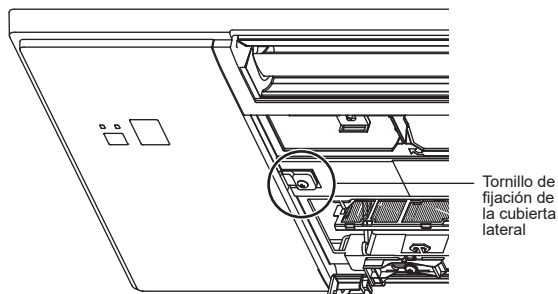

Fig. 9
11. Sujete las cubiertas laterales I/D con los tornillos de fijación de la cubierta lateral que retiró en el paso 2. (Fig. 9)